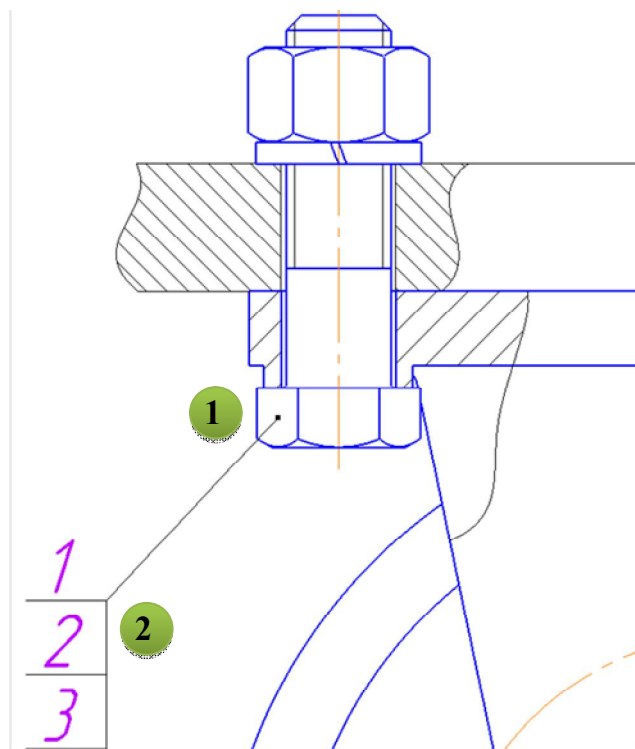

Рис. 4.37. Позиционное обозначение болтового соединения
- Укажите точку 1 на болтовом соединении и точку 2 начала полки (произвольно) (рис. 4.37).